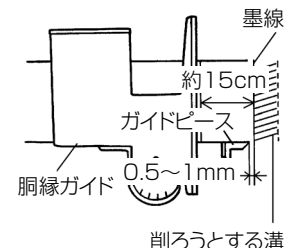
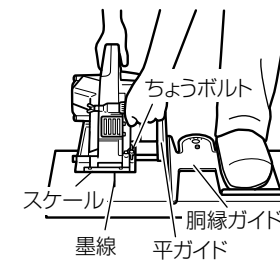

図 24
図 25
- (2) 加工材の墨線から約 15 cm 程度はなして胴縁ガイドをおきます。（図 24）
- (3) 胴縁ガイドのガイドピースは墨線より 0.5 ~ 1 mm 程度はなしてください。（図 24）
- (4) 本体を加工材の上のスケールの 0 マークの位置に墨線を合わせます。（図 24）
- (5) ちょうボルトをゆるめ（後部にも 1 本あります）平ガイドを胴縁ガイドの側面に当て、ちょうボルトを締めて固定します。
- (6) 胴縁ガイドを足で押さえたまゝ、平ガイドを胴縁ガイドに押し当てるようにしながら削ります。（図 25）